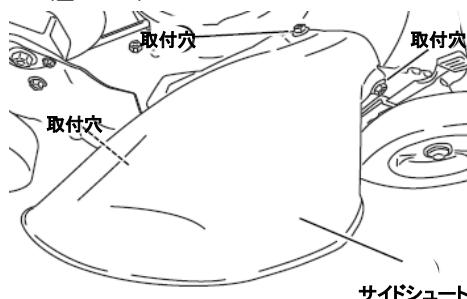

図 3-15
1. 集草しないときは必ずサイドシートを取り付けます。取り付け方法はアダプタと同様です。（図 3-15）